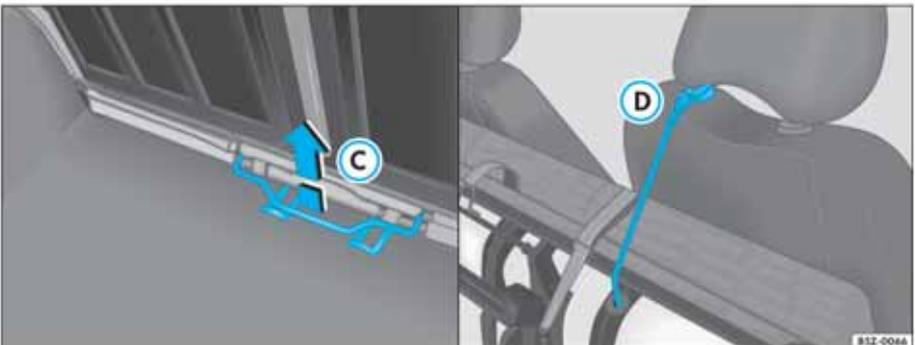

Fig. 104 Palanca para destrabar el conjunto del piso/asiento rebatido fijado con la tira elástica roja en la barra del apoyo para cabeza
– Hale la palanca metálica ⇒ página 111, fig. 104  para destrabar el conjunto del piso y, al mismo tiempo, levántelo cuidadosamente en la dirección de los asientos delanteros ⇒ .
– Localice la tira elástica roja, alojada en la parte inferior del asiento, y encaje el gancho de esa tira en la barra del apoyo de cabeza del asiento del acompañante ⇒ página 111, fig. 104  ⇒ .
- Suelte el gancho de la tira elástica roja de la barra del apoyo para cabeza ⇒ página 111, fig. 104  y encájelo debajo del banco trasero ⇒ fig. 105.